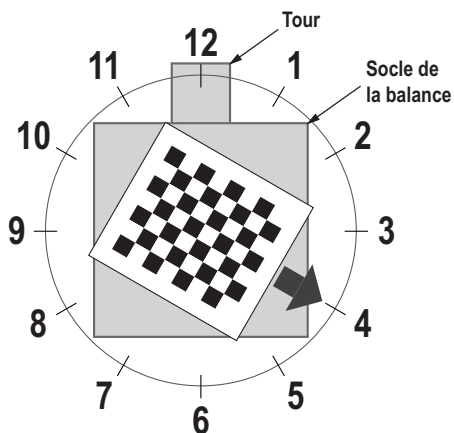

Figure 5-4. Tournez à 4 heures.
5. Alignez l'objet d'étalonnage de sorte que les réticules soient centrés. Tournez l'objet d'étalonnage à 4 heures, la tour étant à 12 heures (Figure 5-4).